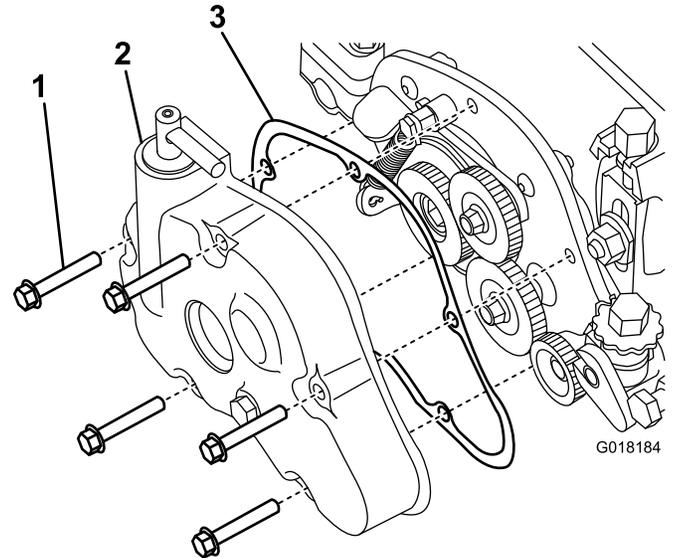

Figura 26
1. Remova a cobertura da caixa de engrenagens da caixa do rastelo (Figura 26).